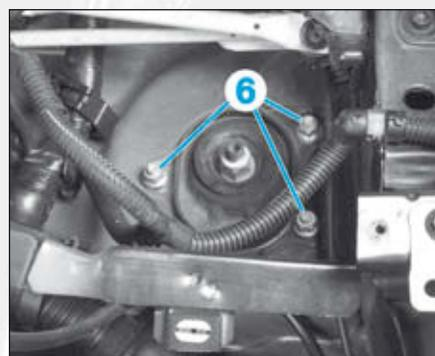

FIG.3
- les écrous supérieurs (6) de l'élément de suspension sur la caisse (Fig.3),